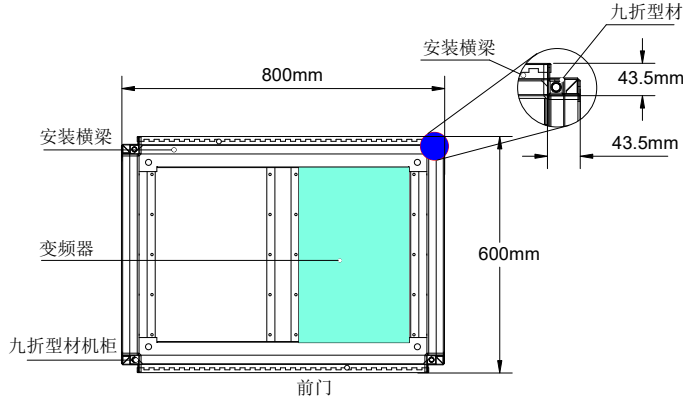

图 4-11 280~630kW 各类机型的机柜俯视
1	在九折型材机内安装好变频器固定用的安装横梁（如图 4-11）。
- A、建议机柜柜体采用九折型材机柜（PS 机柜），九折型材截面如图 4-11 所示。